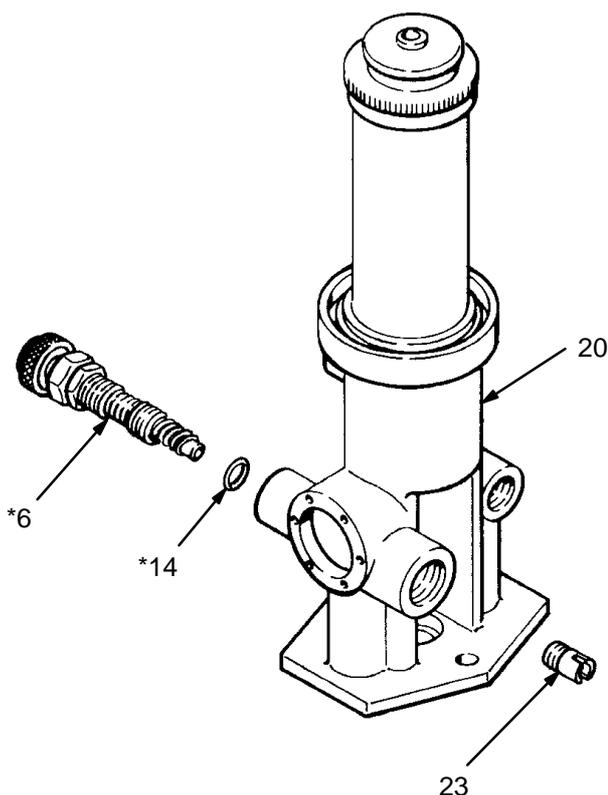

Fig. 4
1. Afloje la tuerca hexagonal de la espiga de la válvula (6\*) y retire la espiga y la junta tórica (14\*) de la base (20). Vea la Fig. 4.
2. Utilice un destornillador para sacar el asiento de la válvula (23).